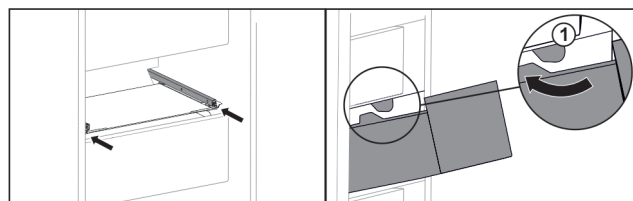

Fig. 53
- Прокарайте чекмеджето около ограничителите Fig. 53 (1).